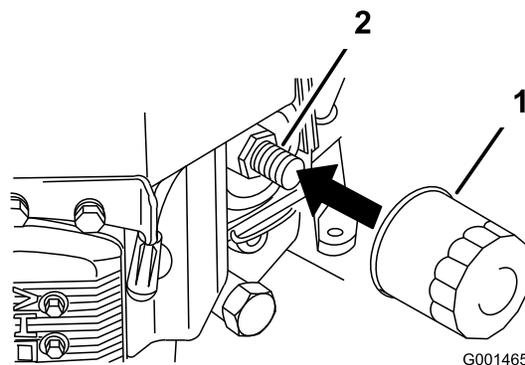

Figura 28
2. Togliete il filtro usato (Figura 28).
3. Spalmate un velo di olio nuovo sulla guarnizione di gomma del filtro di ricambio (Figura 28).
- Montate il nuovo filtro dell'olio nell'adattatore, giratelo in senso orario finché la guarnizione di gomma non sfiora l'adattatore, quindi serrate il filtro di altri 3/4 di giro (Figura 28).